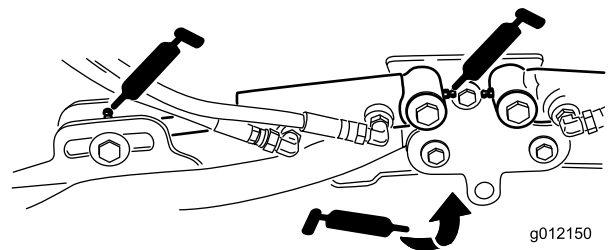

図 54
- ・ 昇降アームのシリンダ (各アームに2ヶ所) (図 54)
(図 54)